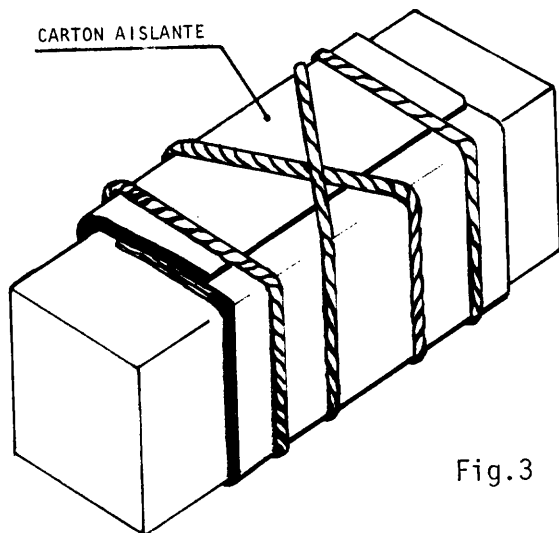

Fig.3
- d Doble el cartón en los cortes, arrolle el papel sobre el molde y encima de él monte el cartón y átelo con un cordel (fig.3).